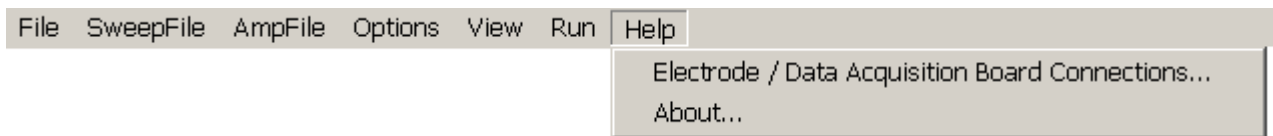

Fig. 3.2.7. Help Menu.
- 6) **H**elp Menu (Fig. 3.2.7)